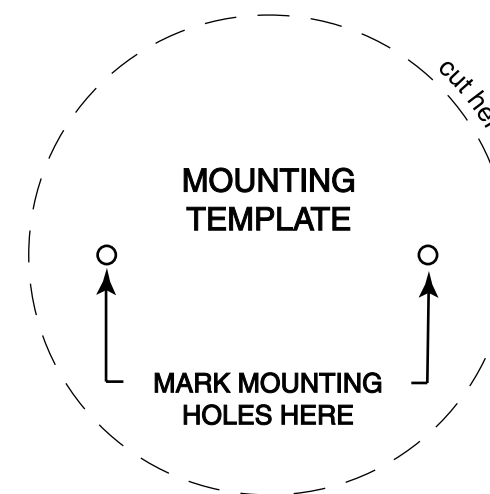

Fig. 4
- 4. Determine location of LED unit (5)**(must be within 24" of Transformer). (Unit can also be installed with double sided Mounting Tape (8) provided- not shown).
- 5. For Screw mount- mark and drill two pilot holes (1/16" dia).** Spacing should be 1-11/16" apart. **(Cut-out mounting template-Fig.4 to aid in marking mounting hole locations)** Partially install **Mounting Screws (6)** -leaving approx. 1/8" of screw head exposed.
- 4. Determine la ubicación de la unidad LED (5)** (debe estar a menos de 24" del Transformador (1)). (La unidad también puede ser instalada con doble **Cinta Adhesiva de Montaje (8)** proporcionada).
- 5. Para montaje a Tornillo – marque y taladre dos agujeros pilotos (a un diámetro de 1/16").** Deben estar espaciados a 1-11/16". **(Recorte la plantilla de montaje-Fig.4 para ayuda a marcar las ubicaciones de los agujeros)** Instale parcialmente los **Tornillos de Montaje (6)** – dejando las cabezas de los tornillos expuestas a aproximadamente 1/8".